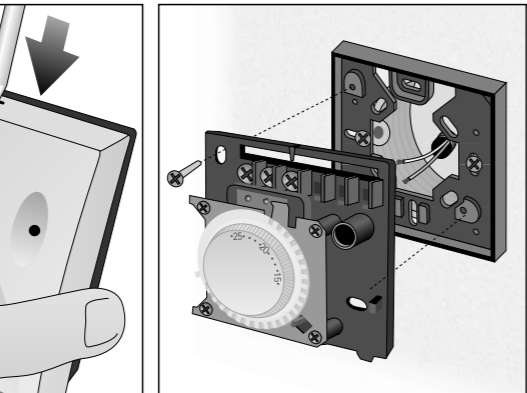
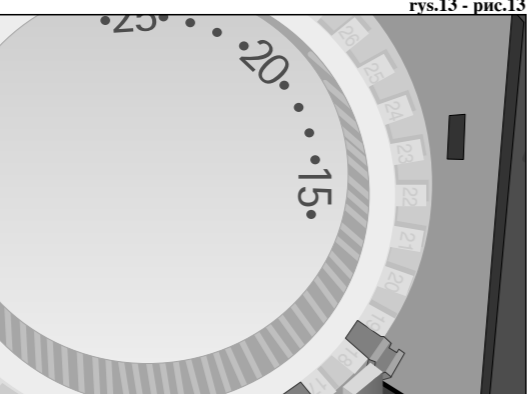

fig.8 - elk.8 rys.8 - pnc.8
fig.15 - elk.15 rys.15 - pnc.15
B) Separare la base dal coperchio del prodotto facendo pressione sull'apposito dente di aggancio (fig.8), quindi fissarla alla parete (o alla sottobase) utilizzando i fori a disposizione (fig.9) a mezzo viti con un diametro max 3,5mm.
Separare la base dal coperchio facendo pressione sull'apposito dente di aggancio. (fig.8)
Posizionare la manopola in corrispondenza del valore di temperatura desiderato, quindi separare la base dal coperchio facendo pressione sull'apposito dente di aggancio. (fig.8) Inserire i due appositi accessori (vedere capitolo "Accessori a richiesta"), ai lati del fermo metallico, in modo da impedire il movimento della manopola (fig.15); riposizionare il coperchio sul prodotto.